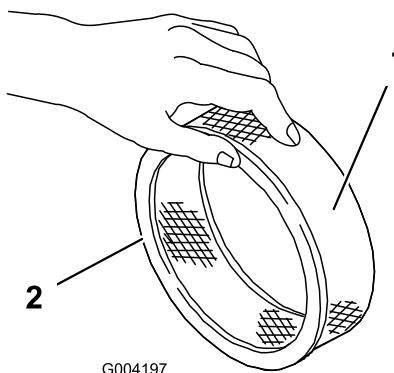

Figura 45
| 5. Controllate che il filtro in carta non sia strappato, che non abbia strati untuosi e che la guarnizione in gomma non sia danneggiata (Figura 45). | |
1. Fate scorrere attentamente il prefiltro in schiuma sintetica sul filtro di carta (Figura 45).